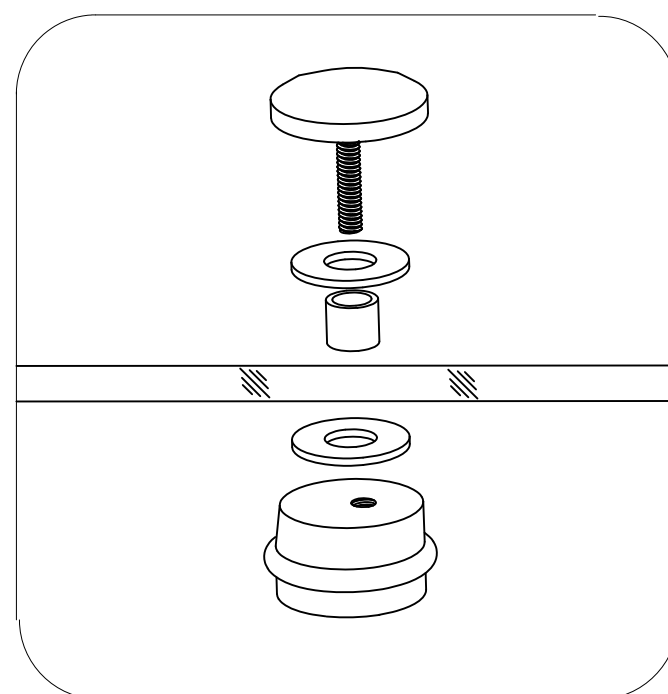

Fig.22
22. Installez les ensembles de guide de galet inférieur (10) sur la porte coulissante (4) pour fixer la porte de verre coulissante (4) au rail supérieur (2). Voir la figure 22.